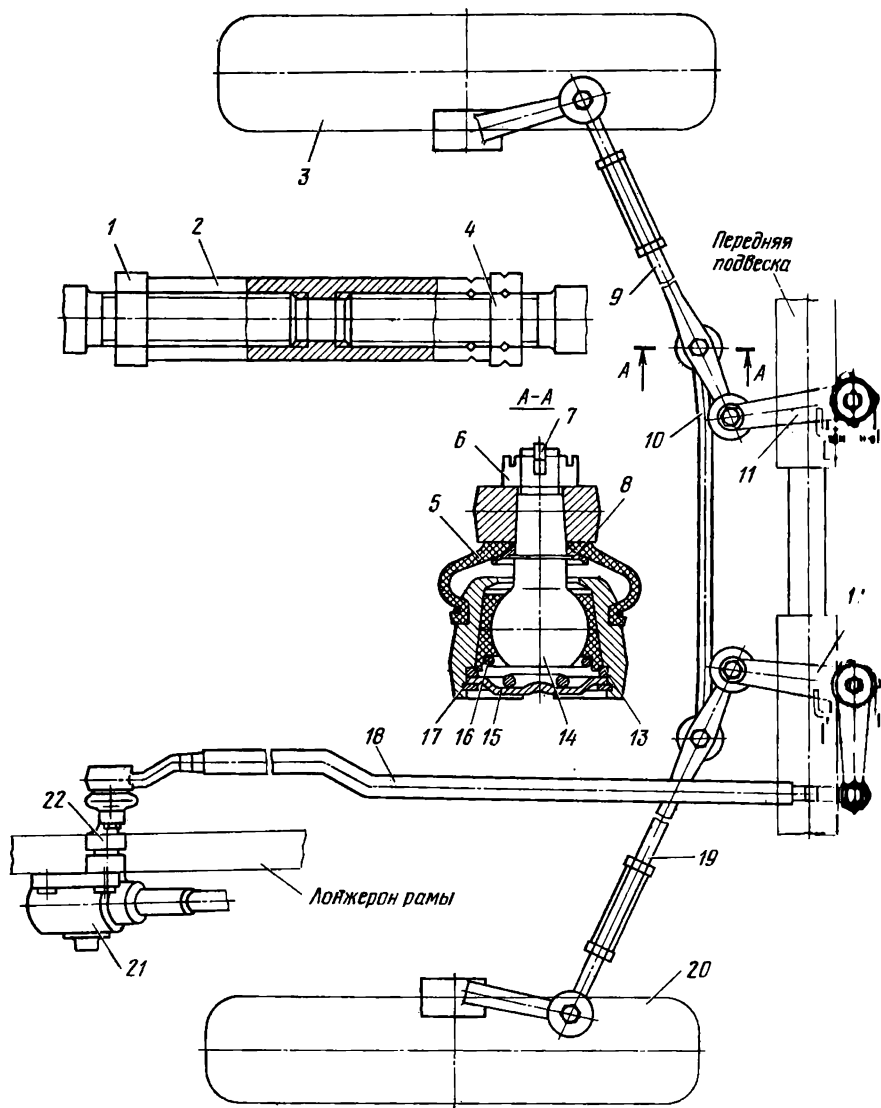

Рис. 154. Рулевой привод:
**Рулевой привод** (рис. 154) служит для передачи усилия от рулевого механизма к управляемым колесам. Он состоит из сошки, продольной тяги 18, правого 11 и левого 12 кронштейнов маятниковых рычагов, поперечной тяги 10 и боковых тяг 9 и 19. Боковые тяги регулируются. В рулевом приводе используются шарниры типа ВАЗ с автоматической выборкой зазора, появляющегося в процессе износа деталей шарнира. Шарнир состоит из шарового пальца 14, разрезного пластмассового вкладыша 13, устанавливаемых в наконечниках тяг. Поджатие вкладыша для выборки зазора осуществляется конусной пружиной 16, опирающейся на опорную шайбу 15, которая удерживается в наконечнике с помощью стопорного кольца 17. Соединение шарового пальца с тягой конусное (конусность 1:10). Натяг в соединении обеспечивается затяжкой гайки 6, которая после затяжки стопорится шплинтом 7. Снизу шаровая опора уплотняется резиновым кольцом и промазывается со стороны опорной шайбы мастикой. Сверху защита опоры от пыли, грязи и воды осуществляется чехлом 5, который крепится на наконечнике тяги проволоочным шплинтом, а сверху прижимается к кольцу 8. Полость чехла заполняется смазкой ШРБ-4. Конструкция шарниров обеспечивает продолжительный срок службы рулевого привода без проведения регулировочных работ.
расшплинтовать гайку 6 (см. рис. 154) и отвернуть ее;